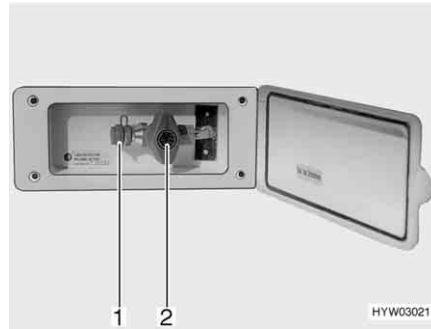

Fig. 159 Presa gas esterna, rubinetto di arresto del gas chiuso
La presa gas esterna (Fig. 159) si trova, a seconda del modello, nella parte posteriore o sul lato destro o sinistro del veicolo.
- Collegare l'apparecchio a gas esterno all'attacco (Fig. 159,1).
- Aprire il rubinetto di arresto del gas (Fig. 159,2).